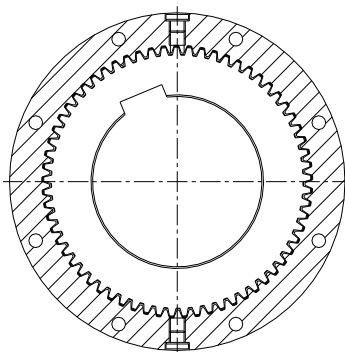

Рис. 11: Вертикальное положение резьбовых пробок
- Повернуть муфту так, чтобы резьбовые пробки были в вертикальном положении (см. рис. 11).